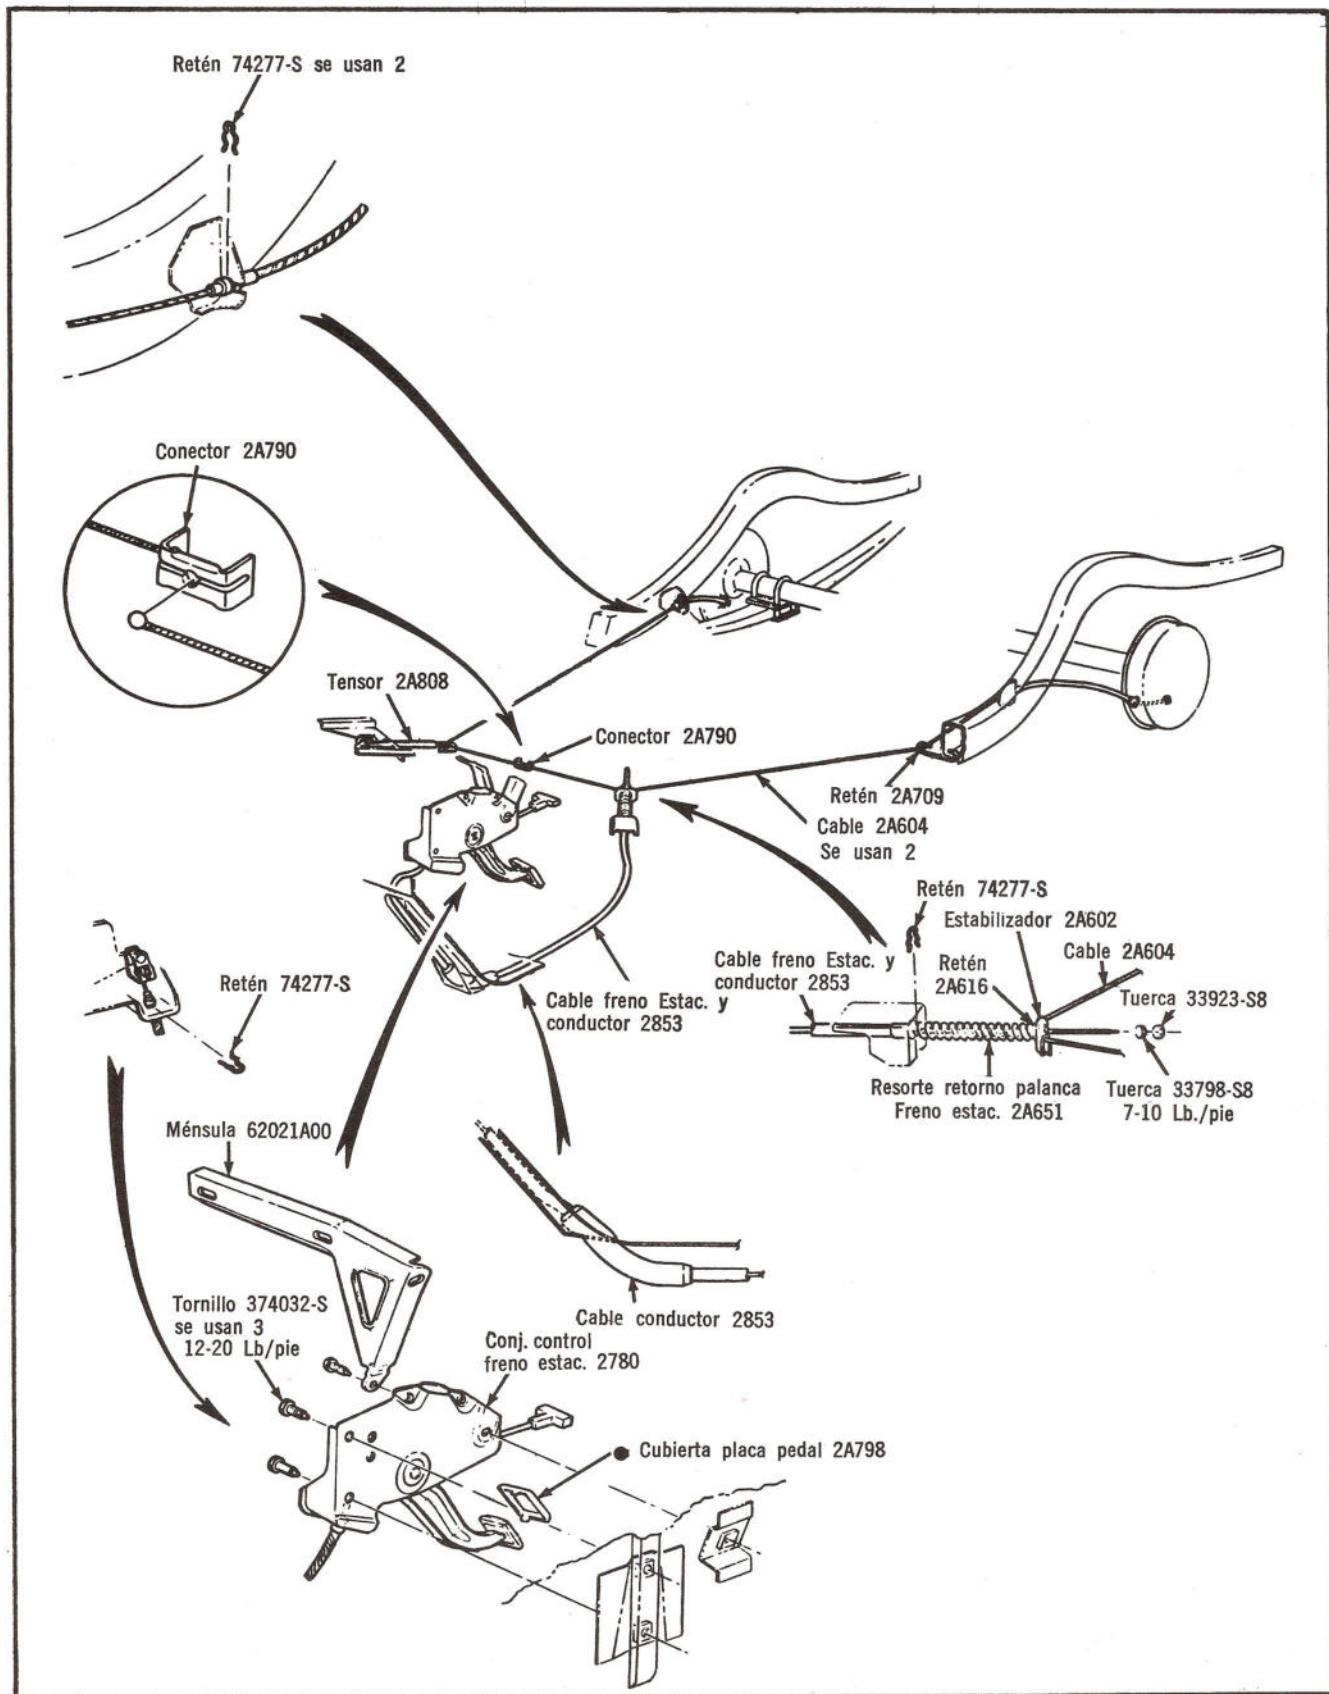

Fig. 16 — Varillaje del Freno de Estacionamiento.
2. Con los cables holgados, desconecte las bolas del conector (Fig. 16).